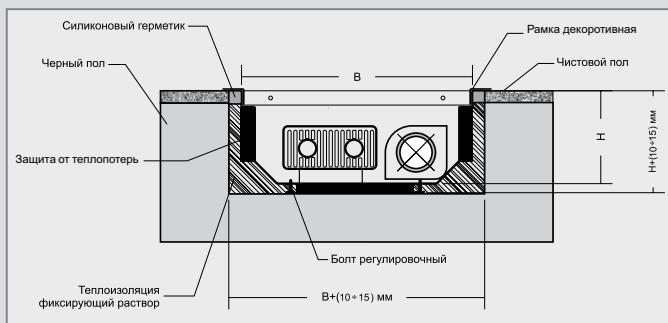

Рис.1
- Установите конвектор в горизонтальное положение по уровню. Осуществляется с помощью 4-х регулировочных болтов (рис.1).